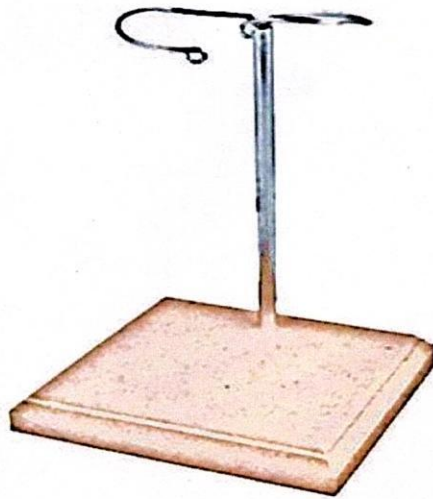

Рисунок 1. Вариант образца «Стойки для куклы школьного краеведческого музея»
**Техническое задание:** Необходимо спроектировать и изготовить «Стойку для куклы школьного краеведческого музея» (см. вариант образца на рис. 1). Изделие состоит из опоры, усилителя и круглой рейки с проволокой. Устойчивость круглой рейке задаёт усилитель (рис. 3). В круглой рейке просверливается отверстие для проволоки (Ø проволоки и сверла определяет организатор практического тура).